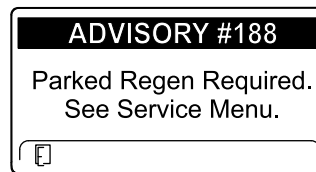

Figura 47
- É necessária regeneração em estacionamento AVISO N.º 188 (Figura 47)